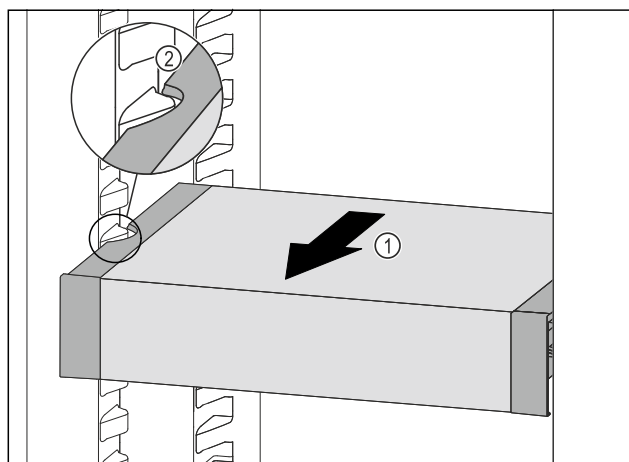

Fig. 118
- 向前拉动 VarioSafe Fig. 118 (1)，直至 VarioSafe 的侧部凹槽与冷藏区中的容器肋梁持平。Fig. 118 (2)